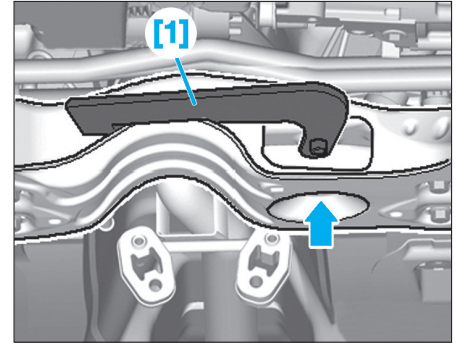

FIG. 21
- [1]. Support pour l'outil [2] (Fig.21).
- Desserrer les vis d'assemblage entre l'ensemble moteur/boîte de vitesses (12) et (13) de quelques pas.
• Poser l'outil [1] (Fig.21).